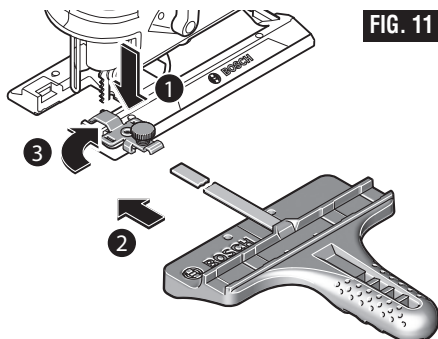

FIG. 11
3. Placez le(s) bouton(s) de verrouillage du côté approprié de la bride ou des brides de fixation, puis serrez à fond le(s) bouton(s) sur la bride ou les brides de fixation (Fig. 11).
3. Serrez fermement le(s) bouton(s) de verrouillage sur la ou les bride(s) de fixation (Fig. 11).
8. Placez le(s) bouton(s) de fixation du côté approprié de la bride ou des brides de fixation, et serrez fermement le(s) bouton(s) de verrouillage sur la ou les bride(s) de fixation (Fig. 11).